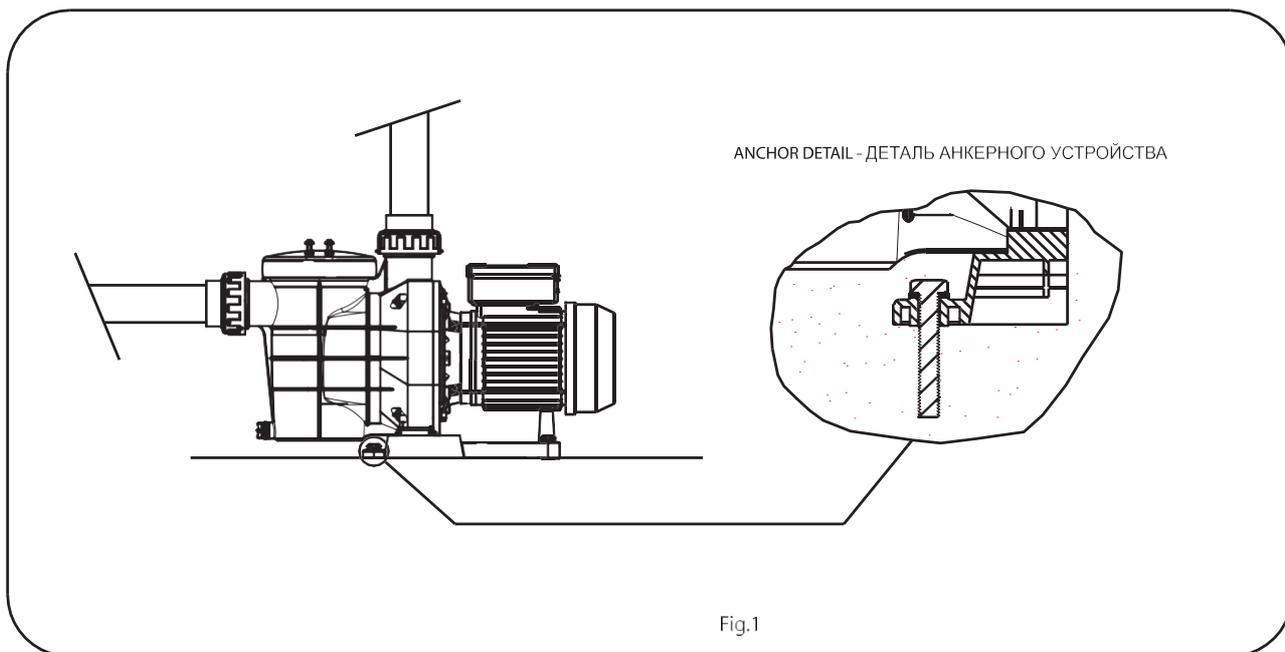

Fig.1
- Все насосы поставляются с ножкой с двумя отверстиями, вследствие чего их можно закрепить на полу с помощью анкера. (Рис. 1).